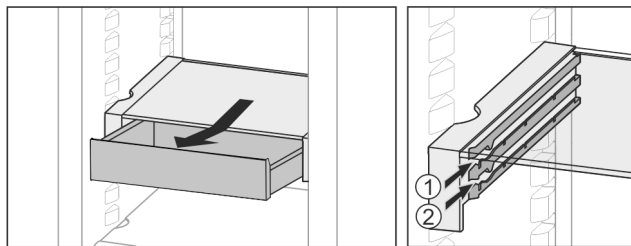

Fig. 28
- ▶ Вкарайте го на височина по избор Fig. 28 (1) или Fig. 28 (2).